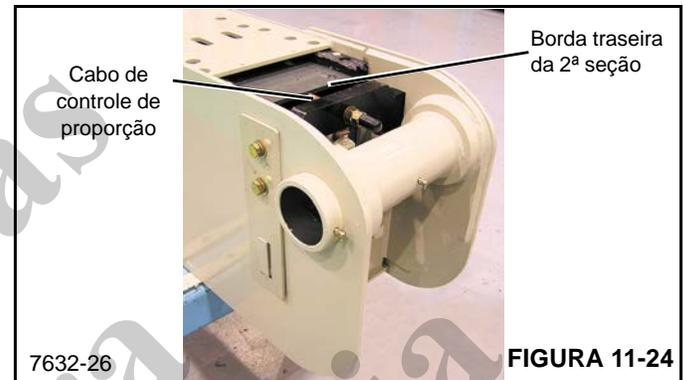

FIGURA 11-24
8. Aperte o cabo de controle de proporção com torque de 12,2 Nm (9 lb-pé). O ponto de ajuste do cabo está localizado na parte traseira da lança (Figura 11-24).